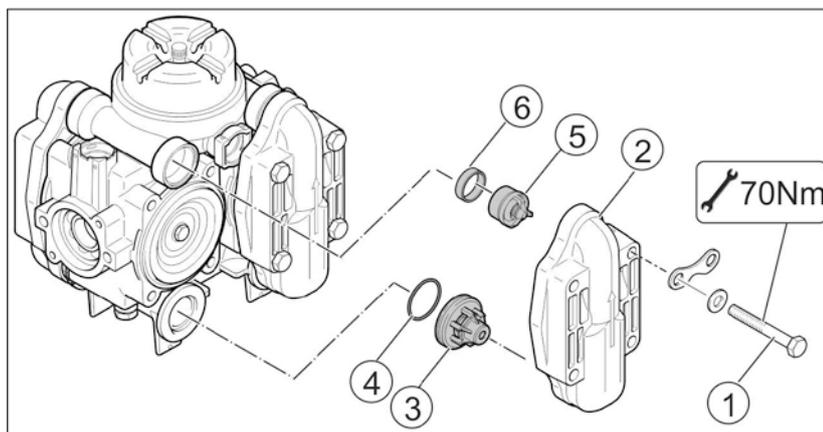

Fig. 192
- Prestar atención a la posición de montaje que ocupan las válvulas en el lado de aspiración y en el de presión, antes de extraer los grupos de válvulas (Fig. 192/5).
- En el ensamblaje, asegurarse de no dañar la guía de la válvula (Fig. 192/9). Los daños pueden provocar bloqueos en las válvulas.
- Es imprescindible apretar las tuercas (Fig. 192/1, 2) en cruz y con el par de apriete indicado. Si los tornillos no se aprietan como es debido, se produce una deformación y, en consecuencia, una falta de estanqueidad.
2. Retirar las tuercas (Fig. 192/1,2).
3. Retirar el canal de aspiración y el de presión (Fig. 192/3 y Fig. 192/4).
4. Extraer los grupos de válvulas (Fig. 192/5).
5. Comprobar si hay daños o signos de desgaste en el asiento de la válvula (Fig. 192/6), la válvula (Fig. 192/7), el muelle de la válvula (Fig. 192/8) y la guía de la válvula (Fig. 192/9).
6. Retirar la junta tórica (Fig. 192/10).
8. Montar los grupos de válvulas (Fig. 192/5), tras haber concluido la comprobación y la limpieza.
9. Colocar juntas tóricas nuevas (Fig. 192/10).
10. Embridar el canal de aspiración (Fig. 192/3) y el de presión (Fig. 192/4) en la carcasa de la bomba.
11. Apretar las tuercas (Fig. 192/1,2) en cruz y con un par de apriete de **25 Nm (BP 160-185) / 20 Nm (AR 250-280)**.